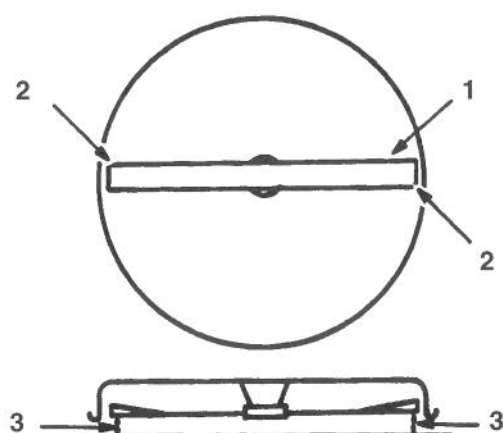

Figure 48
4. Faire tourner doucement la(es) lame(s) côte à côte (Fig. 48). Mesurer la distance entre les arêtes tranchantes extérieures et la surface plane (Fig. 48). Si les deux mesures font plus ou moins de 4,762 mm, un réglage devra être effectué; se reporter aux points 5 et 6.